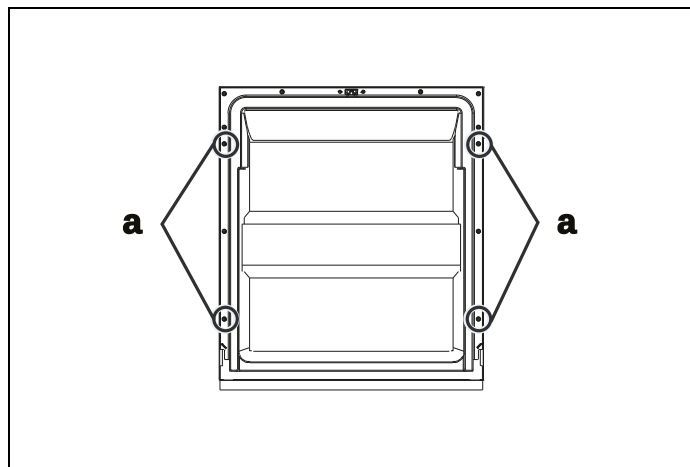

Fig. 17
- 3) När panelen är på plats, fixera den anpassade luckan på diskmaskinens yttre lucka med medföljande skruvar och bultar (Fig. 17).